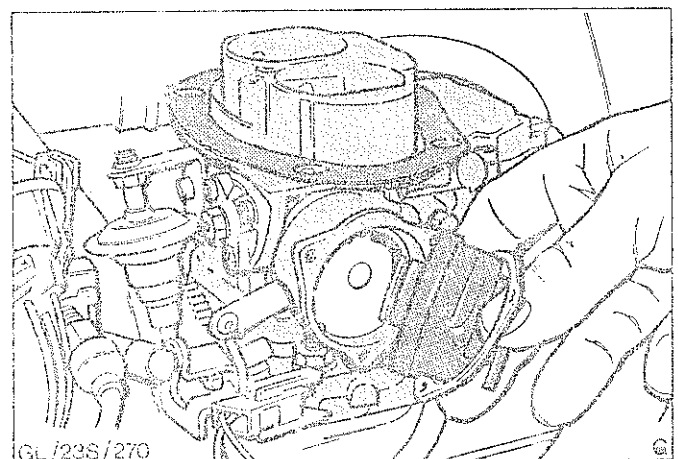

Abb.35 Äußeres Gehäuse der Startautomatik abbauen
3. Kabelstecker abziehen, Schrauben (3) entfernen und äußeres Gehäuse der Startautomatik mit Thermofeder komplett abbauen, Abb.35. Abschirmscheibe aus dem Startautomatikgehäuse entfernen.